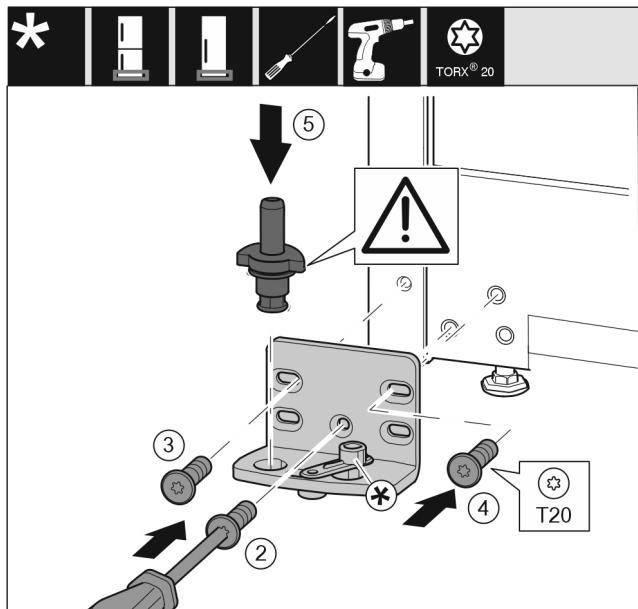

Fig. 22 *
- ▶ Установите опорный кронштейн с другой стороны и прикрутите с помощью отвертки. Начините с винта Fig. 22 (2) снизу в центре.*
- ▶ Затяните винт Fig. 22 (3) и винт Fig. 22 (4)*
- ▶ Снова установите опорный палец Fig. 22 (5) в сборе. При этом проследите за тем, чтобы выступ фиксатора был направлен назад.*
- ▶ Установите опорный кронштейн с другой стороны и прикрутите с помощью отвертки. Начините с винта (2) снизу в центре.*
- ▶ Затяните винт (3) и винт (4)*
- ▶ Снова установите опорный палец (5) в сборе. При этом проследите за тем, чтобы выступ фиксатора был направлен назад.*